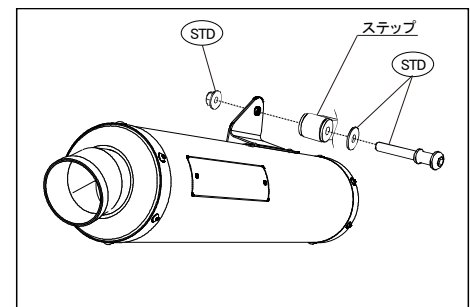

図 2
- ② マフラーを車体へ仮組みします。
- 注意：サイレンサーステーは、タンデムステップ内側(車体とステップの間)になるようにして下さい(図.2)**